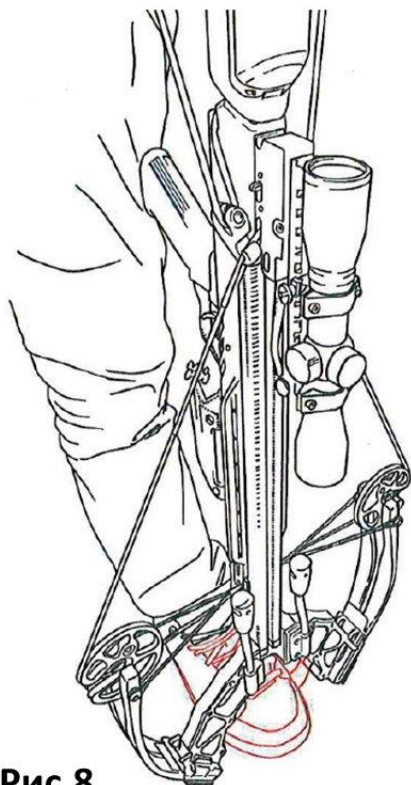

Рис.8
5. Упираясь ногой в стремя, потяните на себя рукоятки натяжителя до тех пор, пока тетива не установится в спусковой механизм – прозвучит характерный щелчок (Рис.8).